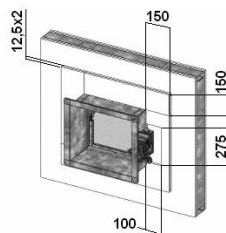

FIG.6
- 7 - Rinforzare la parete con un doppio strato di listelli in cartongesso (lunghezza = 150 mm + dimensione nominale serranda / larghezza = 150 mm / spessore = 12,5 mm) su entrambi i lati della serranda avendo cura di creare un alloggiamento per il gruppo di comando ricavando una nicchia di apposite dimensioni sulla lastra più esterna (fig.6)